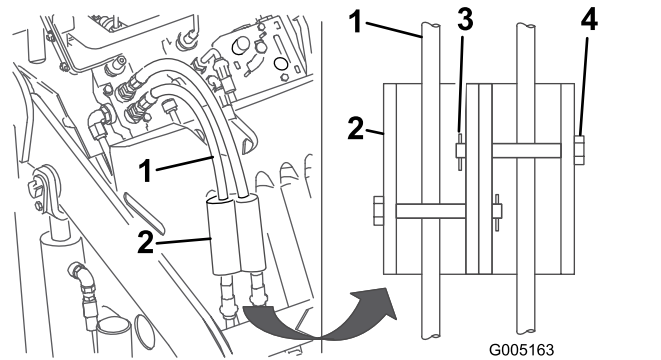

Рисунок 17
7. Поместите замки гидроцилиндров на шланги и закрепите их шплинтуемыми штифтами и шплинтами (Рисунок 17).